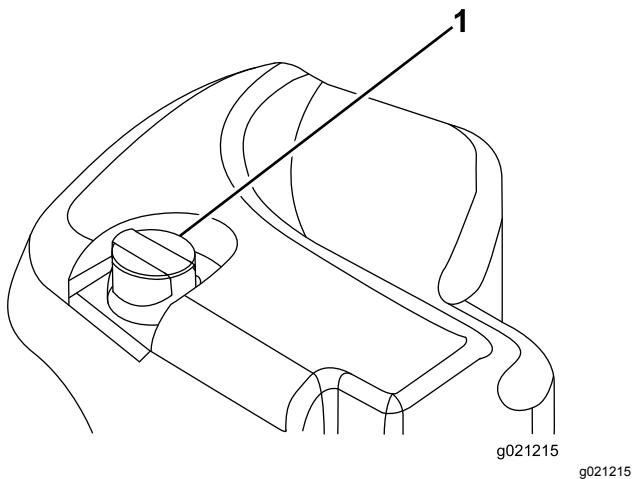

Bild 64
2. Reinigen Sie den Bereich um den Füllstutzen und den Deckel des Hydraulikbehälters (Bild 64).